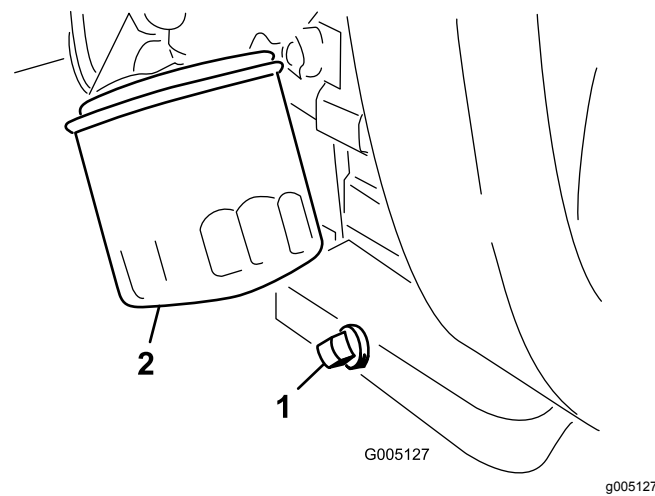

Figura 46
2. Retire el filtro de aceite (Figura 46). Aplique una capa ligera de aceite limpio a la junta del filtro nuevo.
1. Retire el tapón de vaciado (Figura 46) y deje fluir el aceite a un recipiente apropiado. Cuando el aceite deje de fluir, coloque el tapón de vaciado.